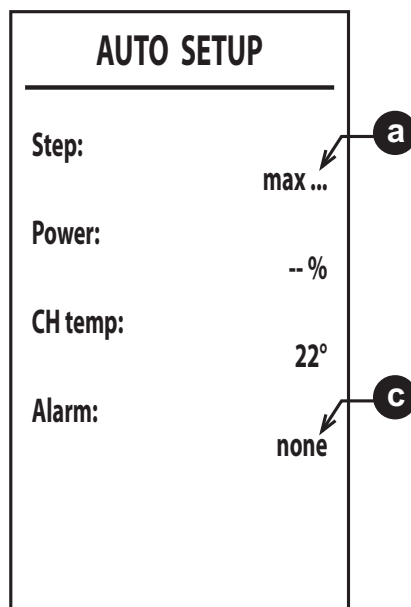

рис. 38
6. После розжига горелка переключается на нагрев с различной мощностью (макс., ср., мин.), как описано в пункте **a** (рис. 38).
8. Если последовательность розжига, описанная в пункте «6», не удалась, появится сообщение **max_err** в пункте **a** и код ошибки в пункте **c** (рис. 38).